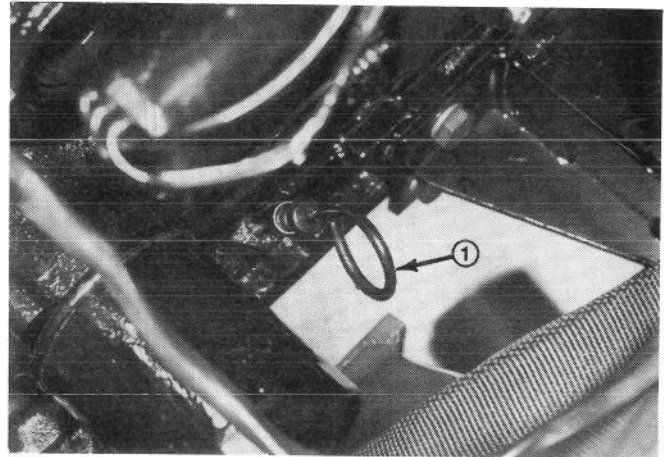
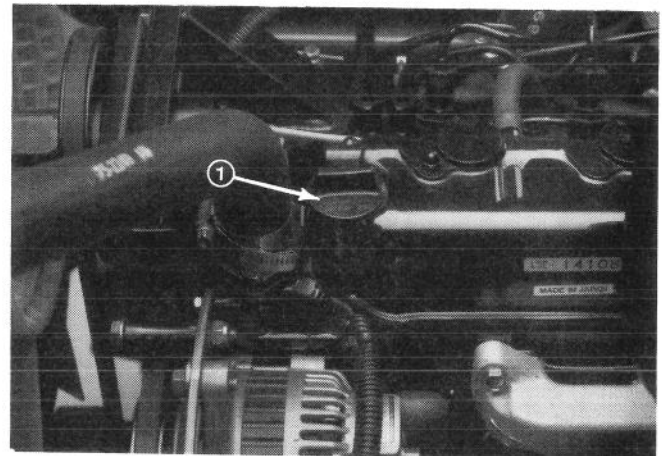

Figura 7
Figura 8
2. Quitar la varilla de calibración de aceite (Figura 7), limpiarla con un trapo limpio e introducirla completamente en el hueco. Sacarlo de nuevo y revisar el nivel de aceite. Si el nivel está bajo, quitar la tapa de llenado de aceite (Figura 8) y echar SAE 10W-30 CD hasta que esté en la marca de REPLETO en la varilla de calibración. **NO SOBRELLENAR. Consultar el Gráfico de Especificaciones de Fluido de la página SP-21.**